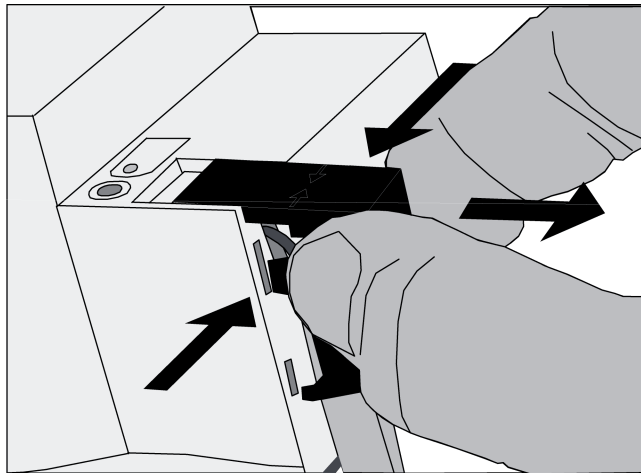

Figure 6: Retrait du capuchon de protection
- Pousser latéralement le capuchon de protection et le retirer (figure 6).